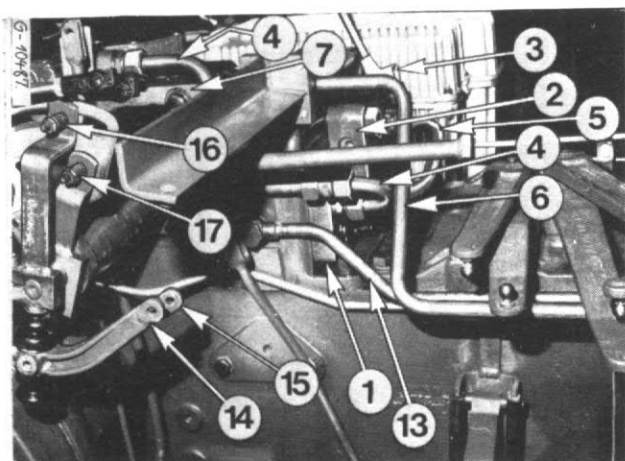
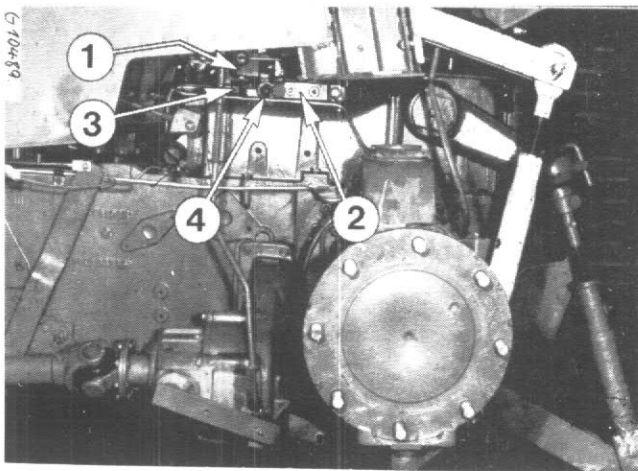

Fig. 21 - (pour information seulement)
Fig. 25
2.2 Dépose du bloc de régulation (7, Fig. 21, 22) et (2, Fig. 25, 26)
- Débrancher les tuyaux (4 et 6, Fig. 21, 22).